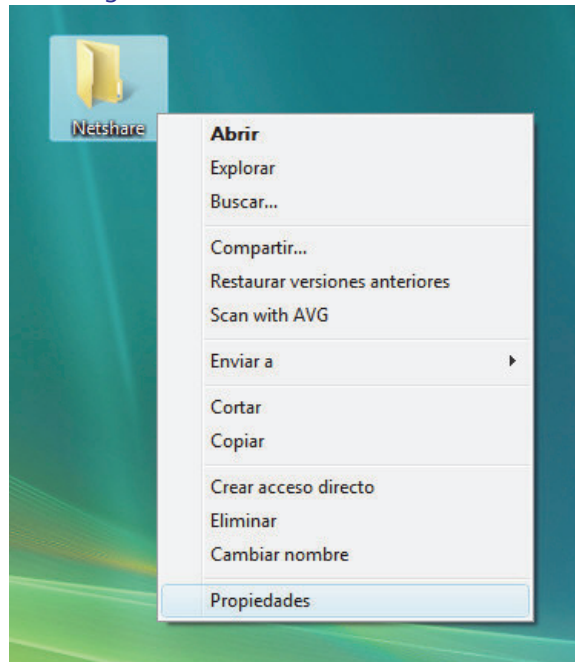
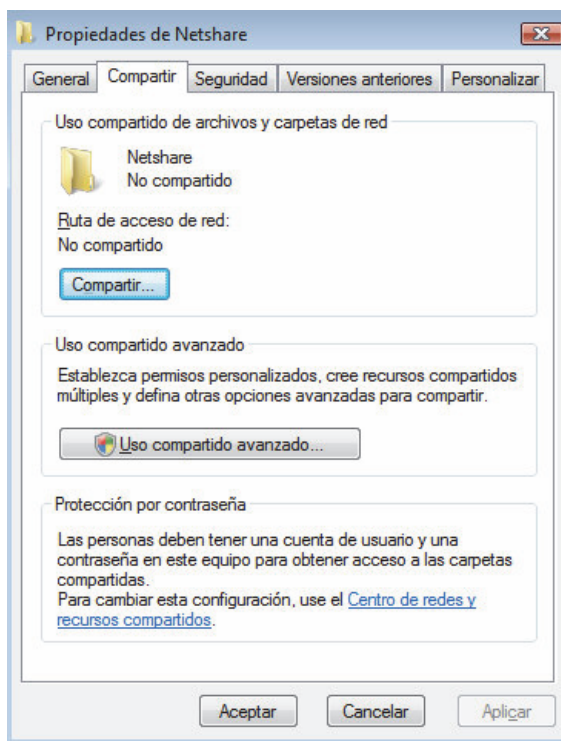

Figura 8-7 Hacer clic con el botón derecho del ratón en New Folder (Nueva carpeta), Seleccione Propiedades
Figura 8-8 Propiedades de Netshare – Ficha Compartir
Continuando con el ejemplo, la nueva carpeta creada en el escritorio de Windows se denominó Netshare (Figura 8-7).
- Haga clic con el botón derecho del ratón en la nueva carpeta y seleccione Properties (Propiedades) como puede verse en la Figura 8-7. Seleccione la ficha Sharing (Compartir) en el cuadro de diálogo Netshare Properties (Propiedades de Netshare) (Figura 8-8).